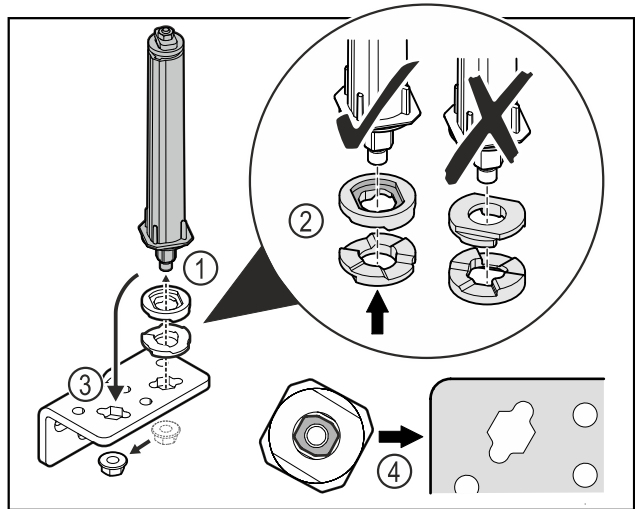

Fig. 34
- ▶ Отпустите гайку и демонтируйте систему закрытия двери Fig. 34 (1).
- ▶ Учитывайте правильность выравнивания шайб для регулировки высоты Fig. 34 (2).
- ▶ Переставьте систему закрытия двери в шарнирном уголке и зафиксируйте гайкой Fig. 34 (3).
- ▶ При установке учитывайте правильность выравнивания системы закрытия двери Fig. 34 (4).